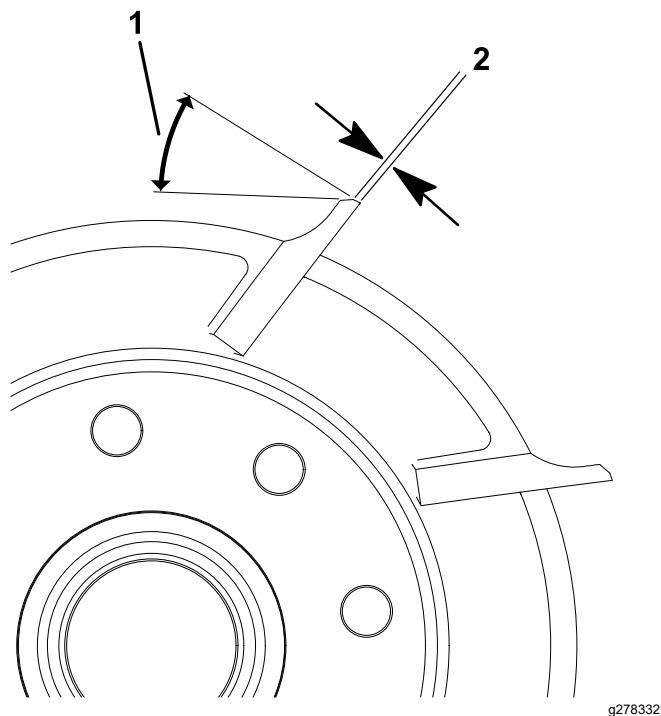

Figura 23
1. Aplicați un unghi de rectificare 30° pentru toate lamele cilindrului, până când lățimea la sol atinge 0,8 mm (Figura 23).